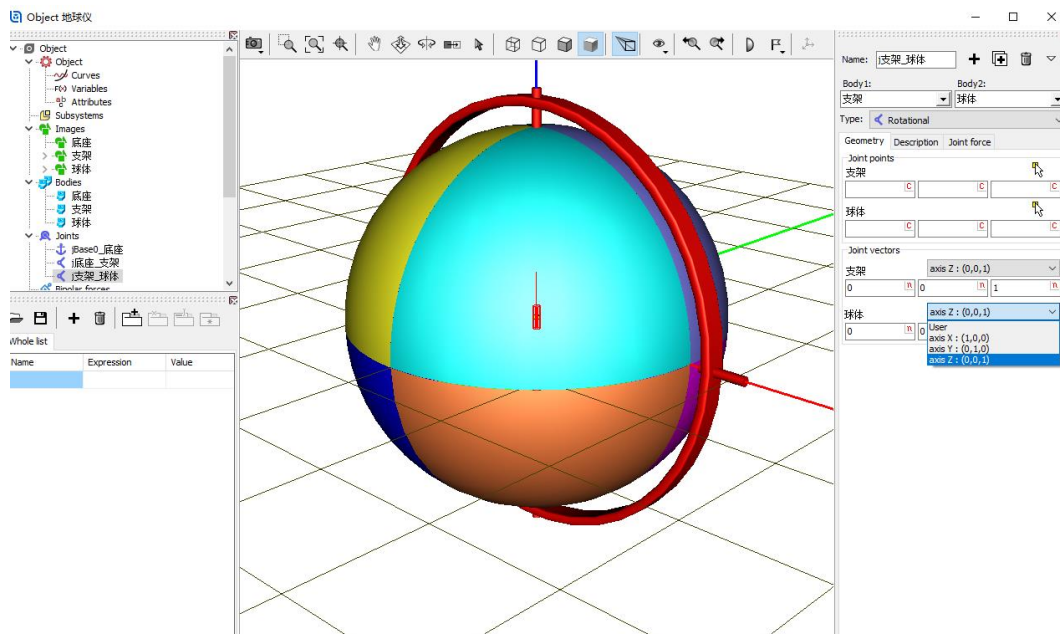

图 2-35
- 9) 在 **Joint Vector** 处对支架和球体都选择 **Z** 轴，表示物体 2 **球体** 相对物体 1 **支架** 具有一个转动自由度，铰点位于支架的**原点**，转动轴是支架的 **Z** 轴，并且球体的原点与支架的原点重合，支架的 **Z** 轴与底座的 **Z** 轴平行（重合），如图 2-35。